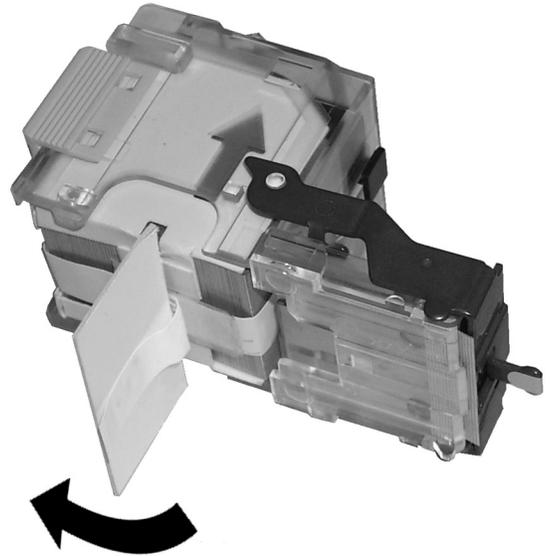

Abbildung 7: Verpackungstreifen abziehen
- 7 Den Verpackungstreifen von der Unterseite des neuen Heftklammersatzes abziehen (Abbildung 7).